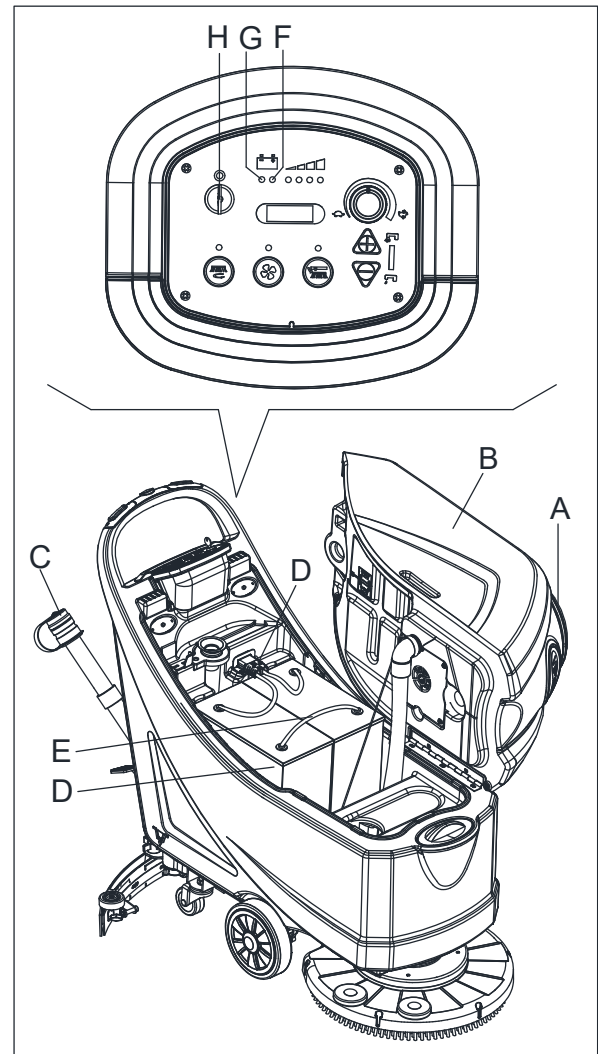

Figure 14
Charger les batteries lorsque le témoin lumineux LED jaune (F, Figure 14) ou rouge (G) s'allume, ou lorsque le nettoyage est terminé.
1. Ouvrir le couvercle (A, Figure 14) et vérifier si le réservoir d'eau de récupération (B) est bien vide; sinon, le vider par le tuyau de vidange (C).
3. Tourner la clé de contact (H) sur "0".
4. Soulever délicatement le réservoir (B).
- Vérifier le niveau d'électrolyte dans les piles (D); si nécessaire, en rajouter à travers les bouchons (E).
- Laisser tous les bouchons de la batterie (E) ouverts pour le chargement suivant.
- Si nécessaire, nettoyer la surface supérieure des batteries (D).